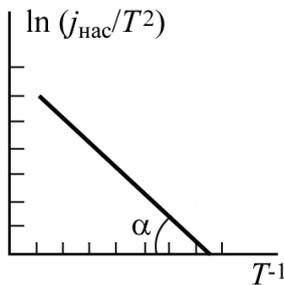

Рис. 3
где T – абсолютная температура катода; K – постоянная Больцмана; A – константа, не зависящая от рода металла. Экспериментальные значения константы A значительно меньше теоретического и сильно отличаются для разных металлов. Температурный ход тока насыщения формула (1) передает вполне удовлетворительно. График функции $j_{\text{нас}} = f(T)$ дан на рис. 3. Ричардсон в 1901 г. получил классическую формулу для термоэлектронной эмиссии. Она отличается от (1) лишь тем, что вместо T^2 в нее входит \sqrt{T} . Формула (1) называется формулой Ричардсона – Дешмана. Из (1) следует, что уменьшение $A_{\text{вых}}$ резко повышает эмиссию (легко убедиться в том, что при 1160 К, т. е. при $kT = 0,1$ эВ, уменьшение $A_{\text{вых}}$ от 3 до 1 эВ приводит к возрастанию $j_{\text{нас}}$ почти в $5 \cdot 10^8$ раз). Поэтому при изготовлении электронных ламп применяются специальные покрытия, приводящие к снижению работы выхода.
Работа выхода электрона из металла практически не зависит от температуры, ее можно считать величиной постоянной, и, следовательно, $\ln(J_{\text{нас}}/T^2)$ является функцией от $1/T$. График зависимости $\ln(J_{\text{нас}}/T^2) = f(1/T)$ представляет прямую линию, угловой коэффициент которой равен $A_{\text{вых}}/k$. Построив график зависимости $\ln(J_{\text{нас}}/T^2)$ от $1/T$ и определив коэффициент этой прямой (рис. 3), можно найти работу выхода: